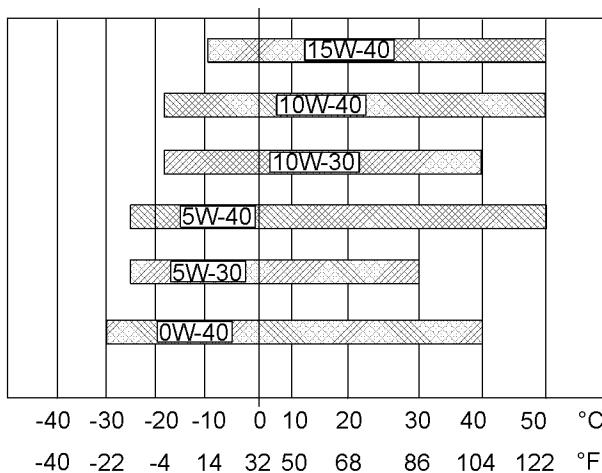

图 31
请参阅图 31 (最低温度) 以确定发动机冷起动时所需要的机油粘度。
请参阅图 31 (最高温度) 以选择发动机在预期的最高环境温度下运行时所需要的机油粘度。
- 参见相应的“润滑剂粘度”。为找到适合您的发动机的机油粘度等级, 请参阅图31。